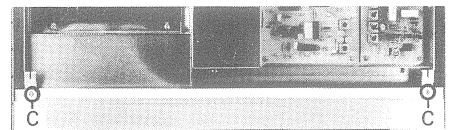

Fig. 2.3
2.4 Frontplatte ausbauen (Fig. 2.3 und 2.4)